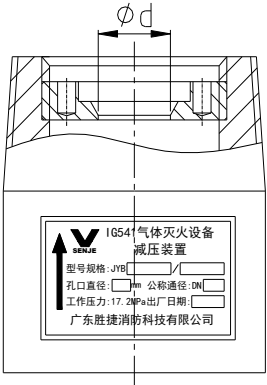

图 11 减压装置
7.1 结构组成（图 11）：主要由选择阀进口接头、减压孔板等组成。